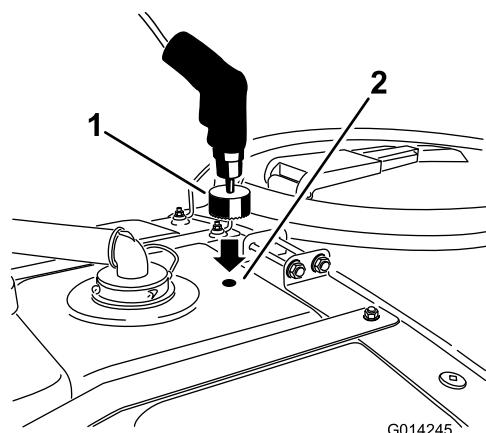

Figure 12
4. Utilisez une scie cylindrique de 4,5 cm (1-3/4 pouce) pour percer un trou à l'emplacement indiqué par le repère (Figure 12).